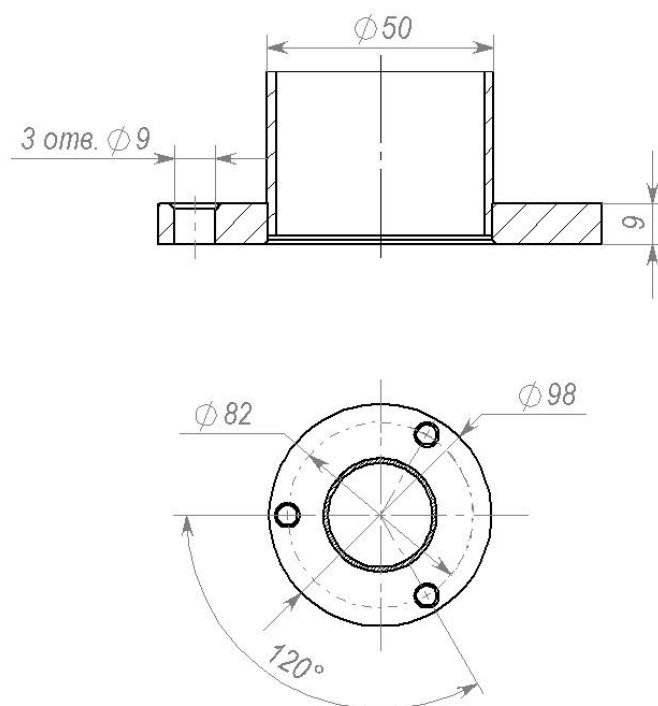

Рисунок 3 – Расположение отверстий под анкерные болты во фланцах стоек
1.2.4 Поставьте первую стойку в необходимом месте на установочную поверхность таким образом, чтобы расположение патрубков соответствовало необходимому расположению поручней. Придерживая стойку, разметьте через отверстия во фланце для анкерных болтов (см. рисунок 3) расположение на установочной поверхности трёх отверстий под анкеры. Положите стойку.